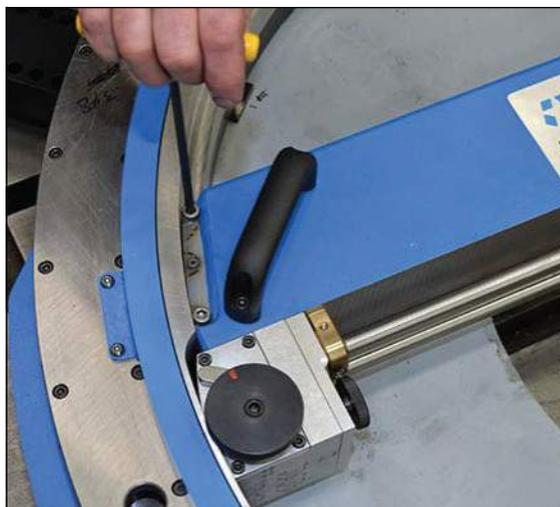

FIGURE 3-22. ATTACHER LES GLISSIÈRES À L'UNITÉ D'ENTRAÎNEMENT ROTATIF (RDU) (FF3600 ILLUSTRÉE)
5. Seulement pour les machines FF2400 et FF3600 : Serrer les quatre vis d'assemblage à six pans creux dans l'ensemble de glissière (voir Figure 3-22). Serrer à 10 pieds par livre (14 Nm).